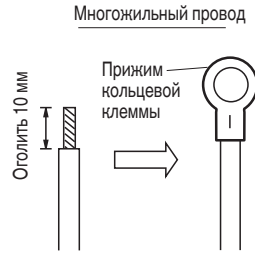
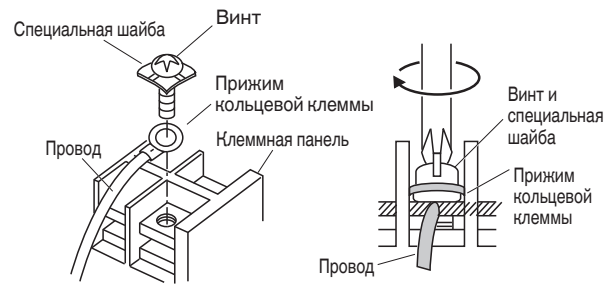

Рис. 4-5
Рис. 4-6
- (1) Отрежьте конец провода с помощью кусачек, затем удалите изоляцию, чтобы оголить примерно 10 мм многожильной проводки, и надежно скрутите концы провода. (Рис. 4-5)
- (2) С помощью крестообразной отвертки открутите винты клеммы на клеммной панели.
- (3) С помощью зажима кольцевой клеммы или клещей надежно соедините каждый оголенный конец провода с прижимом кольцевой клеммы.
- (4) Установите прижим кольцевой клеммы, установите на место и затяните с помощью отвертки снятый винт клеммы. (Рис. 4-6)